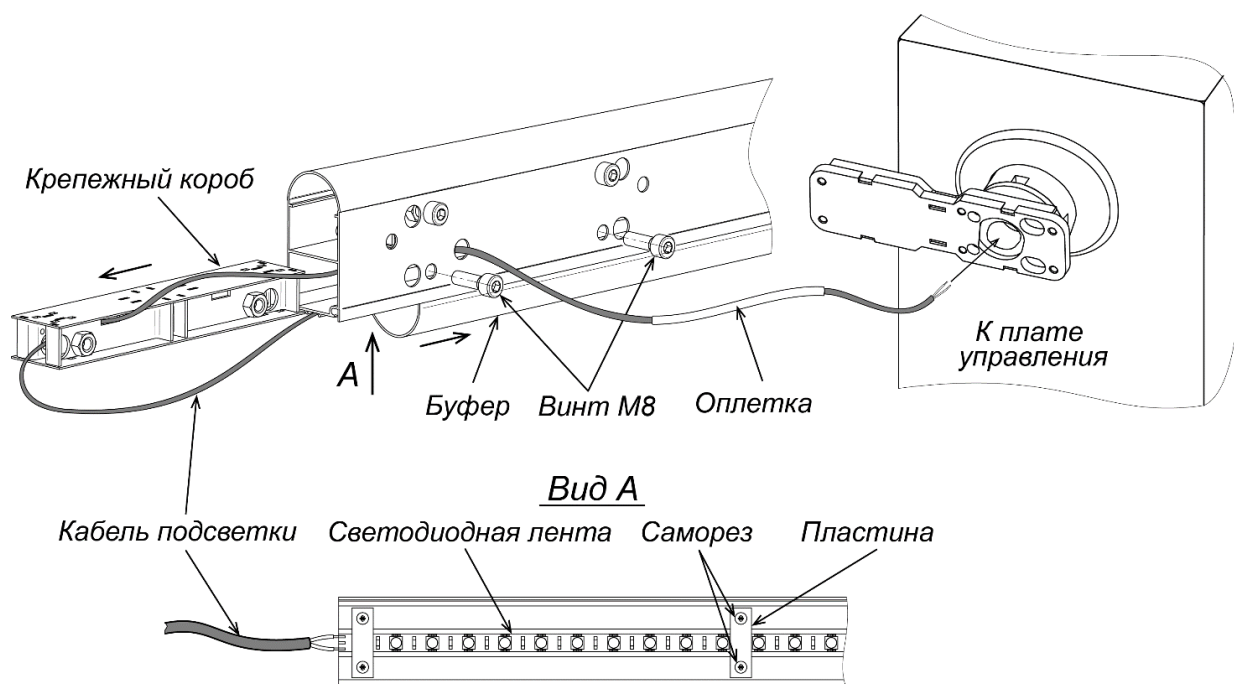
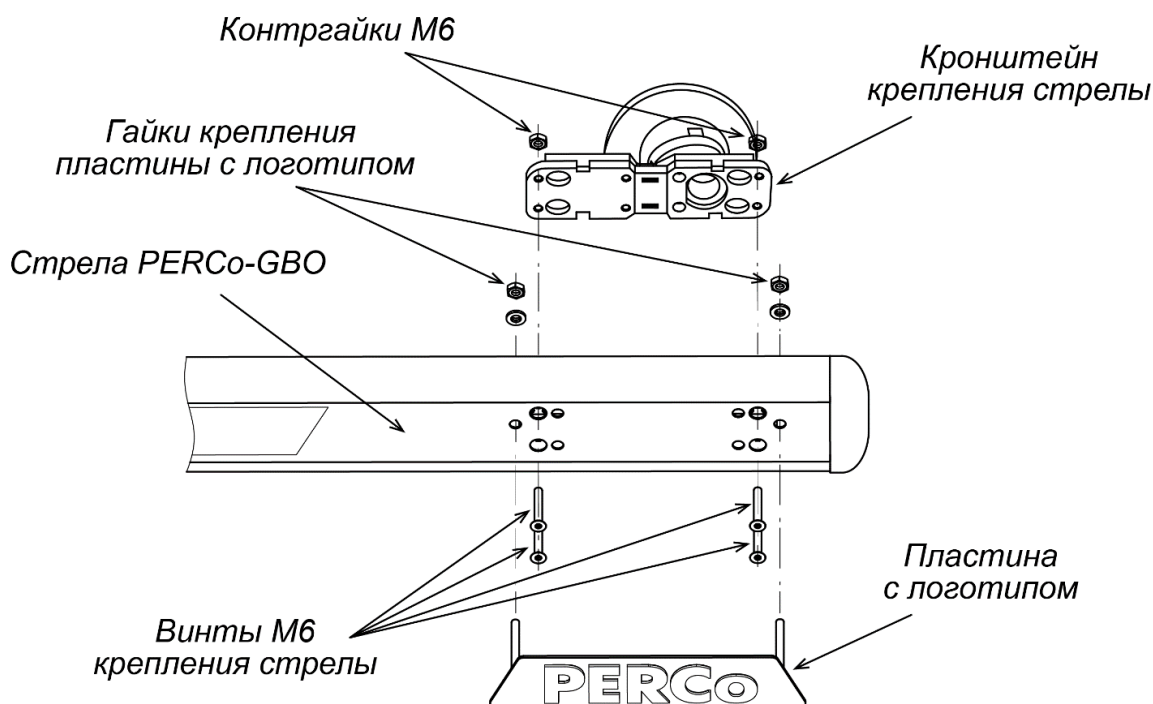

Рисунок 12. Монтаж подсветки стрелы PERCo-GB0
Рисунок 13. Монтаж стрелы PERCo-GB0
Для предохранения механизма шламбаума от сильного горизонтального воздействия на стрелу (наезда) в ее конструкции предусмотрены саморазрушающиеся пластиковые элементы. Это могут быть либо пластиковые предохранители, установленные на крепежном коробе стрелы GBO или переходной пластине стрелы GBR (см. рис. 12 и 13), либо в качестве предохранителей могут использоваться пластиковые винты М6 вместо металлических для крепления стрелы. Для замены поврежденных при наезде элементов в комплекте стрелы имеется их запас.
1. Снимите боковую заглушку стрелы, открутите два винта М8 и извлеките нижний крепежный короб из стрелы (см. рис. 12).
6. Наденьте на провода предохраняющую оплетку, входящую в комплект поставки стрелы, и заведите их внутрь корпуса стойки шламбаума через отверстие в кронштейне стрелы (см. рис. 12). После установки стрелы на стойку шламбаума (см. разд. 8.5.4) подключите провода подсветки стрелы к контактам +12V – BOOM контактной колодки X11 согласно схеме на рис. 22, соблюдая полярность.
Для предохранения механизма шламбаума от сильного горизонтального воздействия на стрелу (наезда) в ее конструкции предусмотрены саморазрушающиеся пластиковые элементы. Это могут быть либо пластиковые предохранители, установленные на крепежном коробе, либо в качестве предохранителей могут использоваться пластиковые винты М6 вместо металлических для крепления стрелы (см. рис. 13). Для замены поврежденных при наезде элементов (запасные идут в комплекте стрелы) необходимо будет вынуть крепежный короб из стрелы (см. рис. 12).
При помощи четырех потайных винтов М6 установите стрелу на кронштейн крепления стрелы шламбаума (используйте динамометрический ключ, момент затяжки – не более 1 Нм), после чего вставьте декоративную пластину с логотипом в отверстия стрелы и зафиксируйте ее гайками (см. рис. 13).